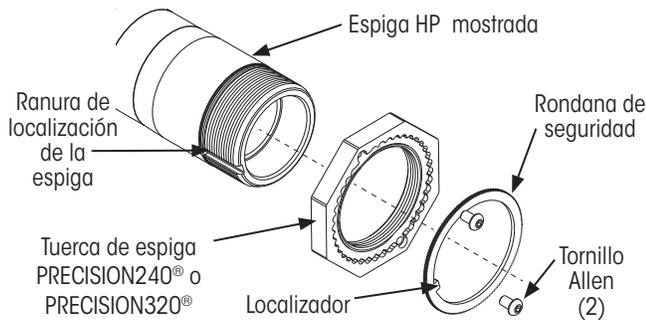
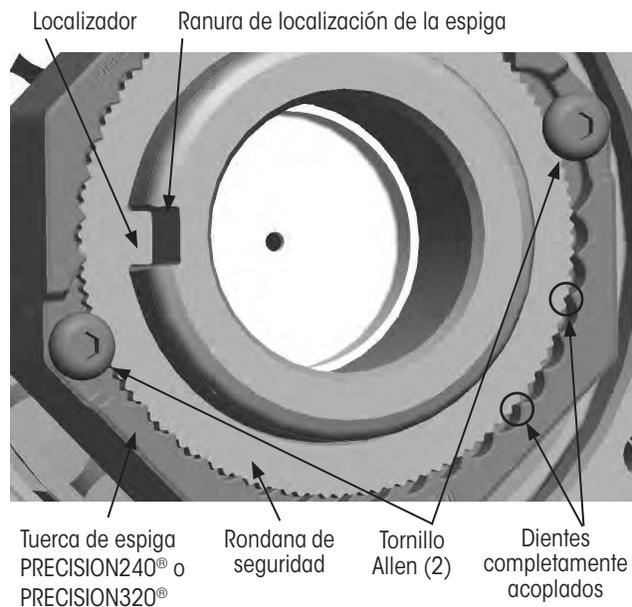

Figura 11: Componentes del sistema de tuerca Precision de espiga
Figura 13: Rondana de seguridad y tuerca de espiga Precision completamente acopladas
1. **Instale la tuerca de espiga Precision** (Figura 11) en la espiga, con el lado dentado hacia afuera, y **apriete a mano**.
9. **Instale la rondana de seguridad** en la tuerca de espiga Precision con el localizador alineado e insertado en la ranura de la espiga como se muestra en la Figura 11 y Figura 13.
IMPORTANTE: Los dientes entre la rondana de seguridad y la tuerca de espiga Precision deben estar completamente acoplados como se muestra en la Figura 13. **NO AJUSTE LA TUERCA PARA ALINEAR LA RONDANA DE SEGURIDAD**. Voltee la rondana y vuelva a instalarla.
10. **Instale dos tornillos de cabeza de botón** (Figura 11) en la tuerca de la espiga Precision hasta que las cabezas de los tornillos entren en contacto con la cara de la tuerca.
1. **Asegúrese** de que la rondana de seguridad esté completamente acoplada en la tuerca de espiga PRECISION240® o PRECISION320® (Figura 13).